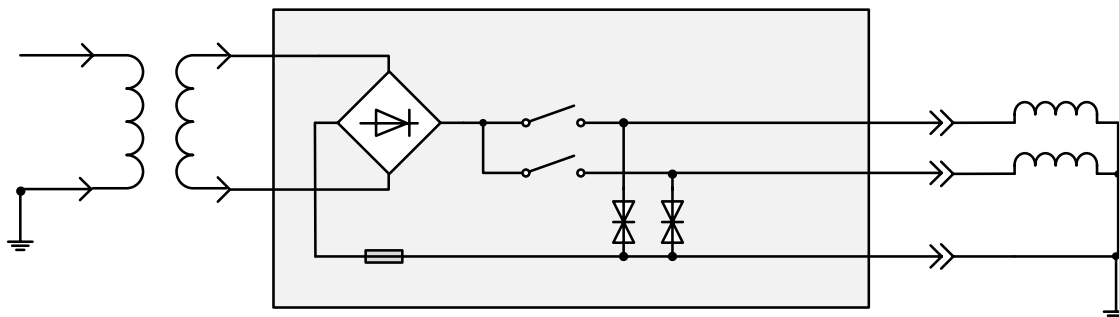

Рис. 20 Применение трансформатора для устранения короткого замыкания при наличии заземления общей шины катушек включения и отключения.
2. Если устранить заземление общей шины катушек включения и отключения невозможно, то для питания прибора следует применять развязывающий трансформатор (рис. 20).